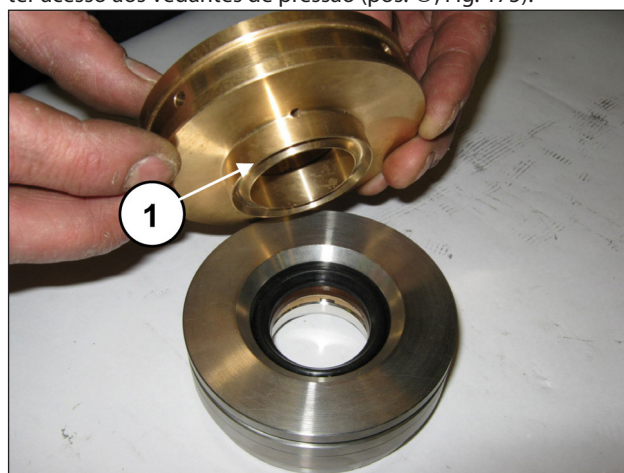
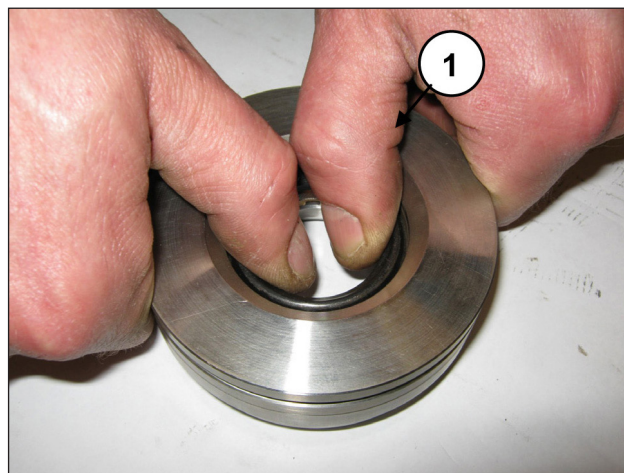

Fig. 174
Fig. 175
Separe o suporte das juntas da camisa (pos. ①, Fig. 174) para ter acesso aos vedantes de pressão (pos. ①, Fig. 175).